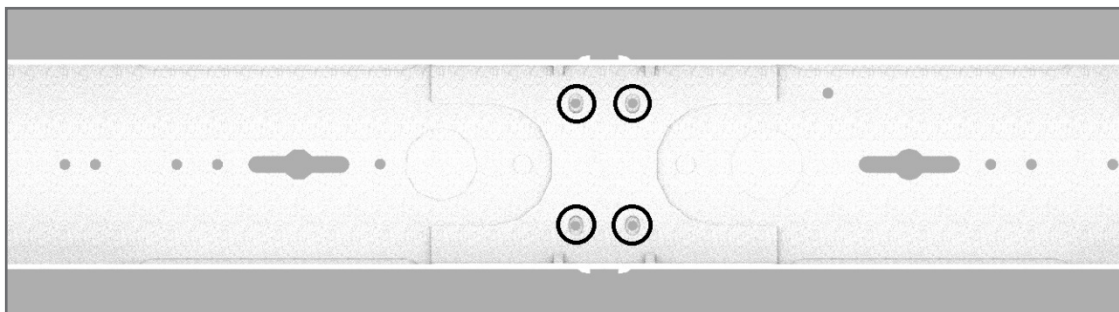

FIGURE 21
4. De l'intérieur, insérez 4 vis autoperçantes à l'endroit encadré sur la Figure 21 pour fixer les boîtiers au support.